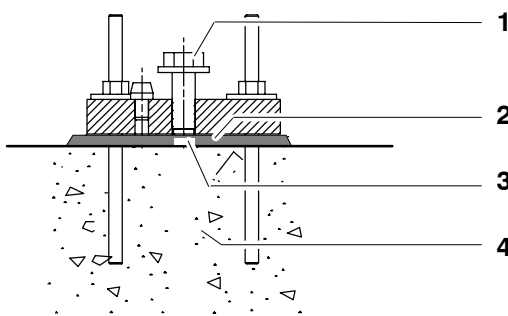

Fig. 53 Masse de compensation
Si les plaques de fondation ne reposent pas complètement sur les fondations en béton (Fig. 53/4), cela peut provoquer des tensions ou des distensions des fondations. Remplir l'interstice avec de la masse de compensation (2). Pour ce faire, soulever le manipulateur encore une fois et appliquer une quantité suffisante de masse de compensation en dessous des plaques de fondation. Ensuite, déposer et aligner à nouveau le manipulateur et éliminer la masse de compensation excédentaire. Laisser durcir la masse pendant environ trois heures. Le temps de durcissement est prolongé si les températures sont inférieures à 293 K (+20 °C).